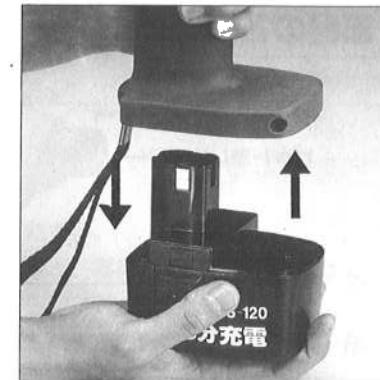

図3
- バッテリーパックを取りはずすときは片手で本体のハンドル部をにぎり、もう片方の手でバッテリーのストップバーの上を指で押しながら引いてください。(図3参照)